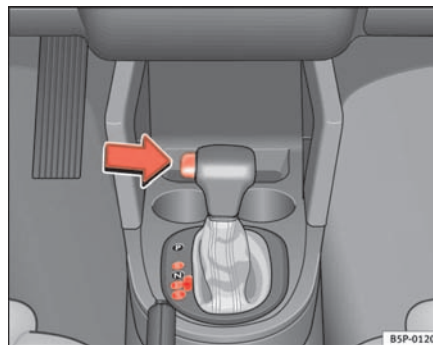

Abb. 137 Fahren
- Drücken Sie den Taster am Wählhebel (links am Wählhebel) ⇒ Abb. 137.